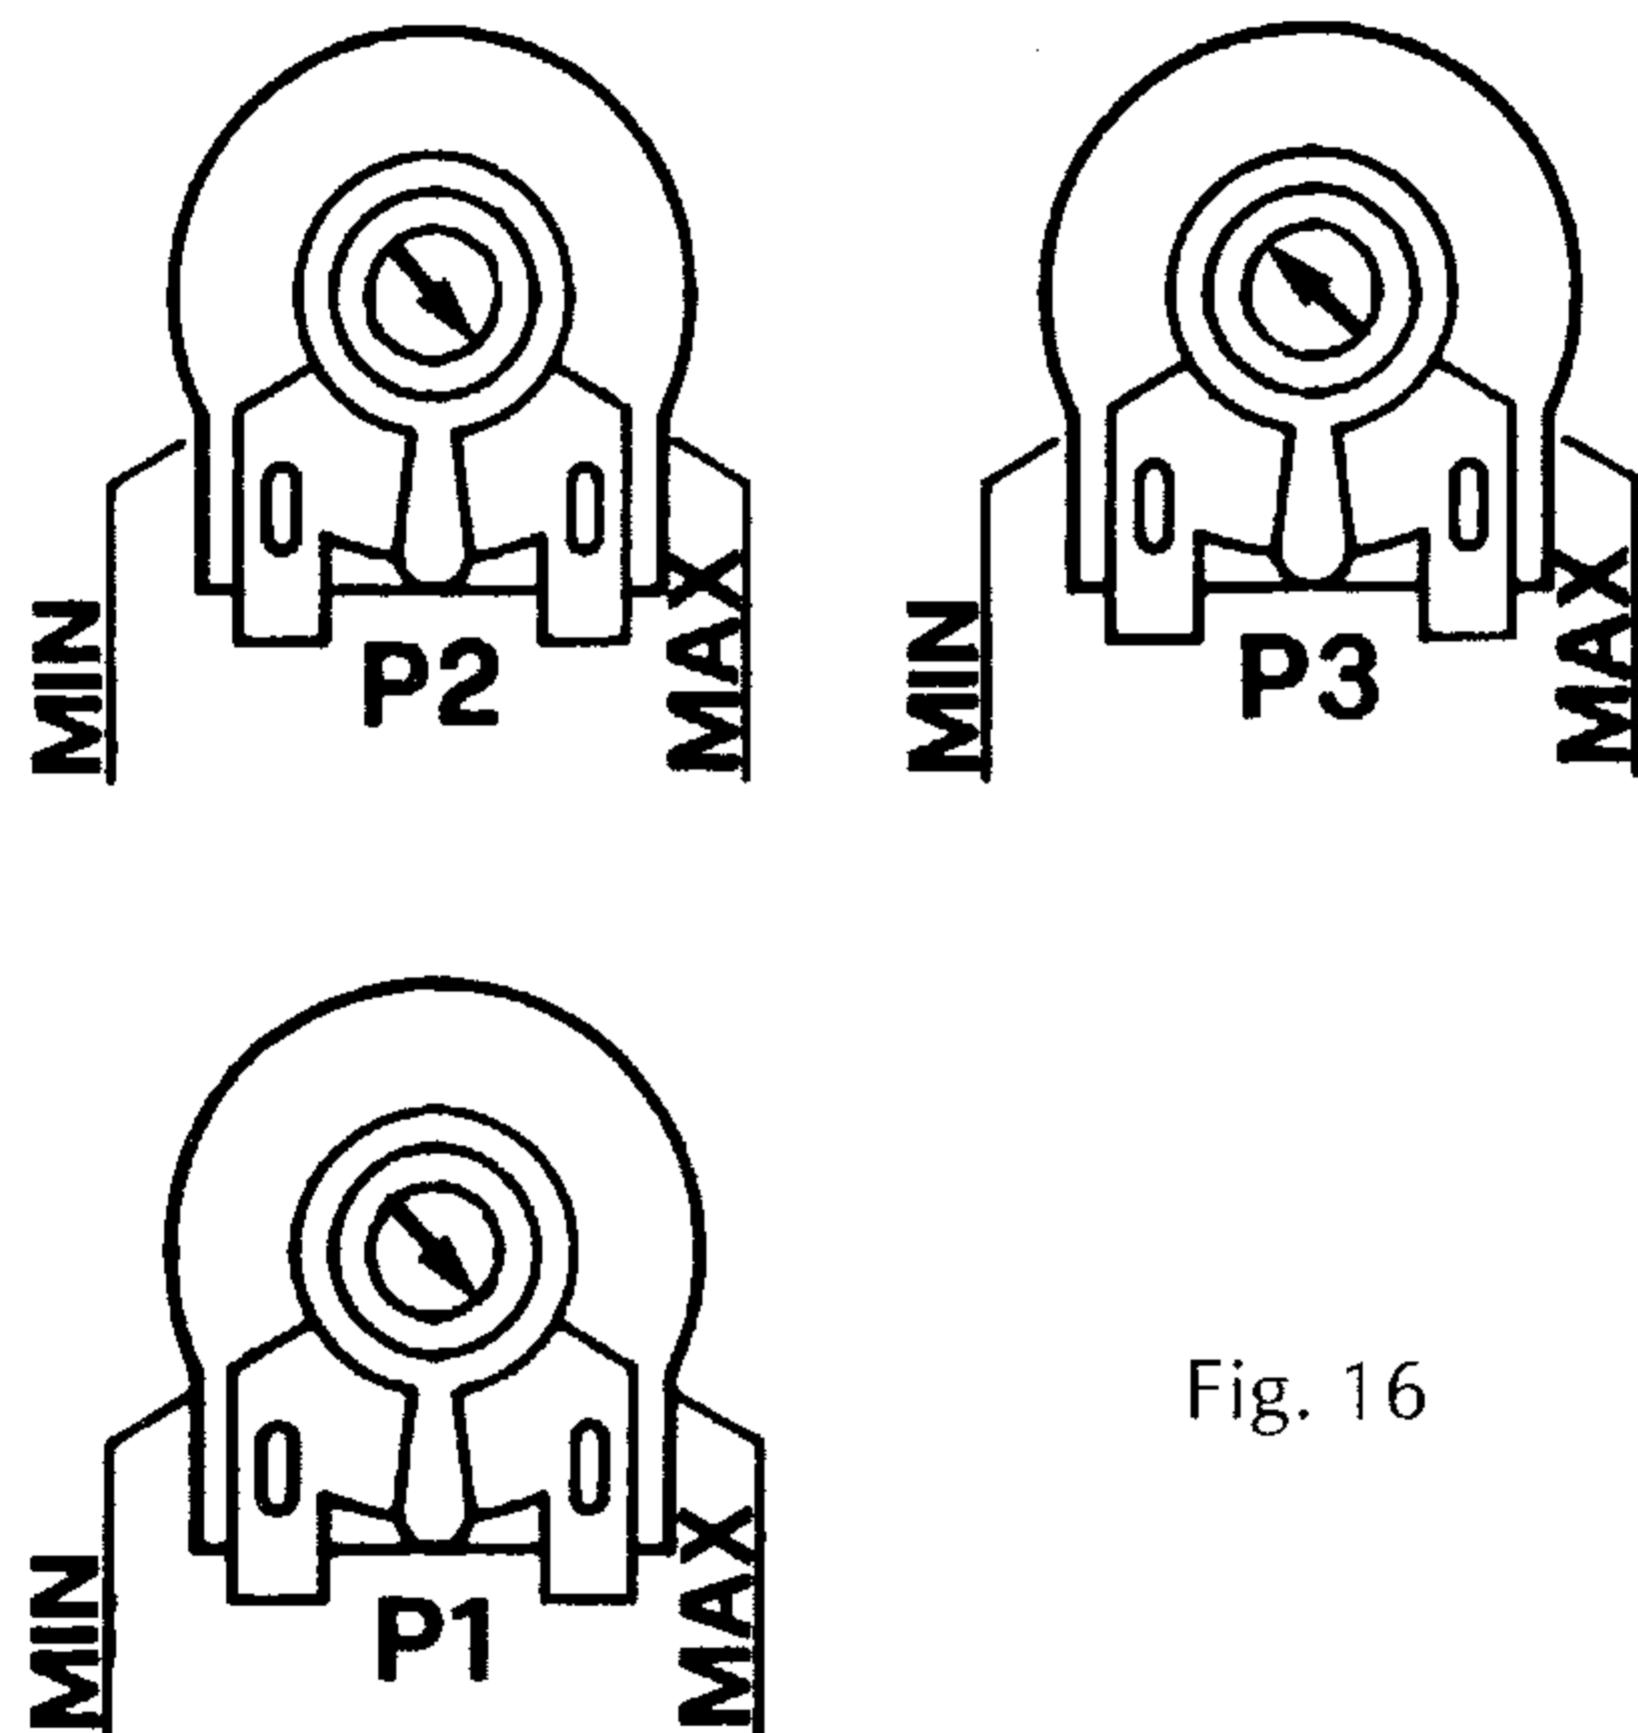

Fig. 16
Le regolazioni sopra descritte servono a determinare l'escursione meccanica, fra un minimo ed un massimo, del pistoncino del modulatore "Modureg". Sono possibili altre regolazioni elettriche, (pressione e temperatura) qui di seguito descritte, utilizzando le viti di regolazione P1 e P3, poste all'interno della scatola dei comandi (fig. 16).
5.05 Regolazione della potenza massima per l'impianto (fig. 16)
5.06 Regolazione della temperatura dell'acqua sanitaria (fig. 16)